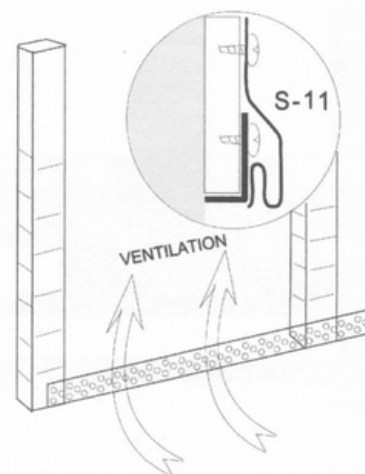

Figure 14
5.3 Poser la grille anti-rongeurs (vide 45 %) avant la fixation du profilé de départ S-11 (figure 14).